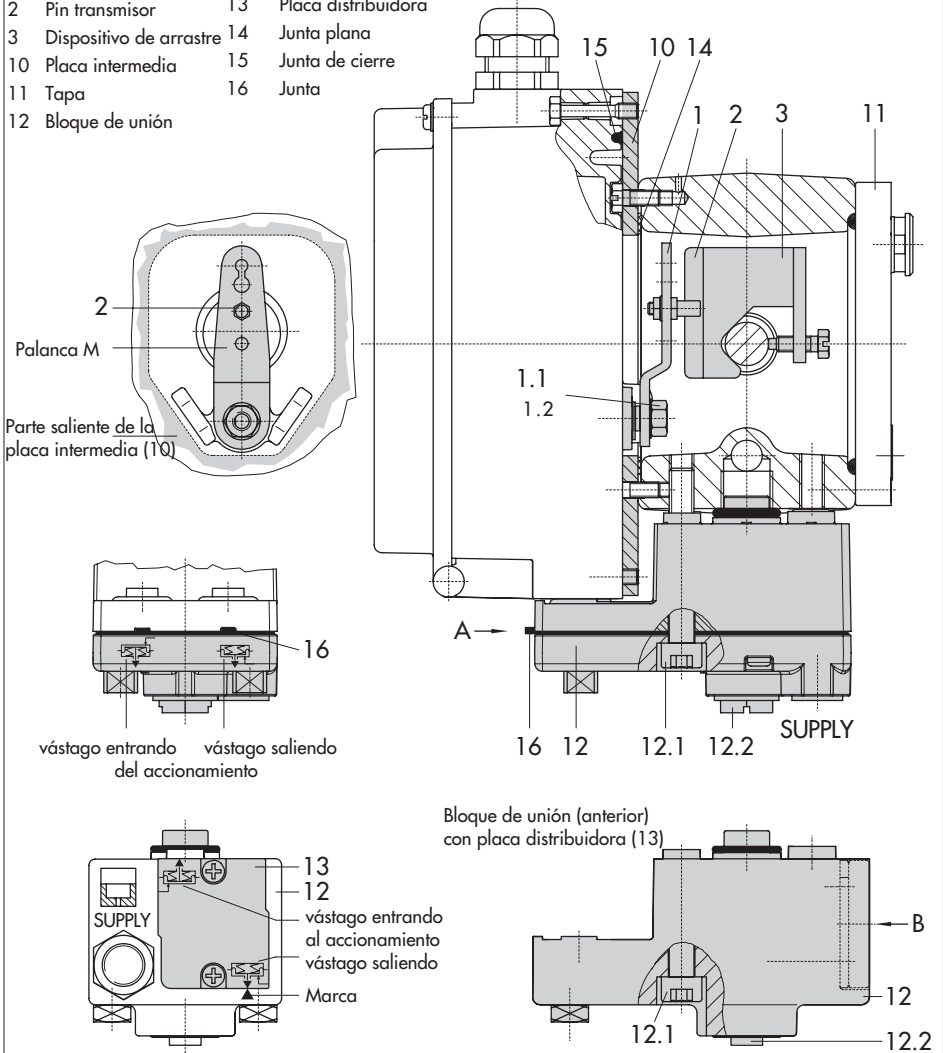

Fig. 4 - Montaje directo – conexión de la presión de mando en el accionamiento Tipo 3277 de 240, 350 y 700 cm2
1. Colocar el dispositivo de arrastre (3) en el vástago del posicionador, alinearlos y fijarlo de forma que el tornillo de fijación esté bien alojado en el encaje del vástago.
2. Fijar la placa intermedia (10) con la parte saliente más estrecha (fig. 4 izquierda) hacia la conexión de la presión de mando, la junta plana (14) tiene que quedar del lado del puente del accionamiento.
3. En el accionamiento de 700 cm2 desatornillar el pin (2) colocado en la posición **35** de la palanca **M** (1) y atornillarlo en la posición **50**.
6. Comprobar que la lengüeta de la junta (16), lateral al bloque de unión, está encima del símbolo del accionamiento que corresponde con la ejecución del accionamiento "vástago saliendo" o "vástago entrando". Si es necesario, desatornillar los tres tornillos de fijación, levantar la tapa, girar la junta (16) 180° y volver a fijarlo. En la ejecución anterior de bloques de unión (fig. 4 abajo) es necesario girar la placa distribuidora (13) hasta que la marca indique el símbolo que corresponde a la ejecución del accionamiento.
7. Montar el bloque de unión (12) con sus juntas al posicionador y fijarlo al puente de la válvula con los tornillos (12.1). En accionamientos "vástago entrando" se tiene que sacar el tapón (12.2) y montar el tubo para la presión de mando.
8. Montar la tapa trasera (11). Al hacerlo prestar atención para que una vez instalada la válvula el tapón de desaireación apunte hacia abajo, para asegurar la evacuación de posibles condensados.